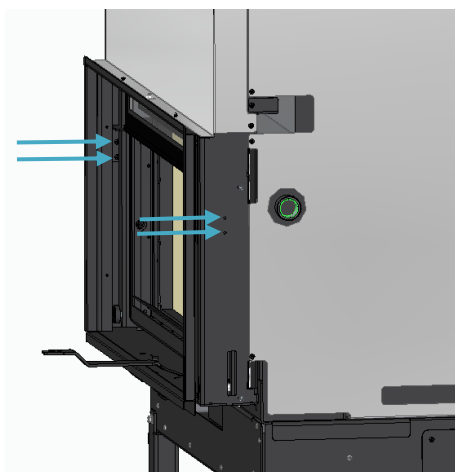

Figura 17
I) Nos modelos com porta de movimento vertical, remover os dois parafusos que fixam os suportes que bloqueiam o movimento da porta de cada lado a partir do interior, assinalados na Figura 17;